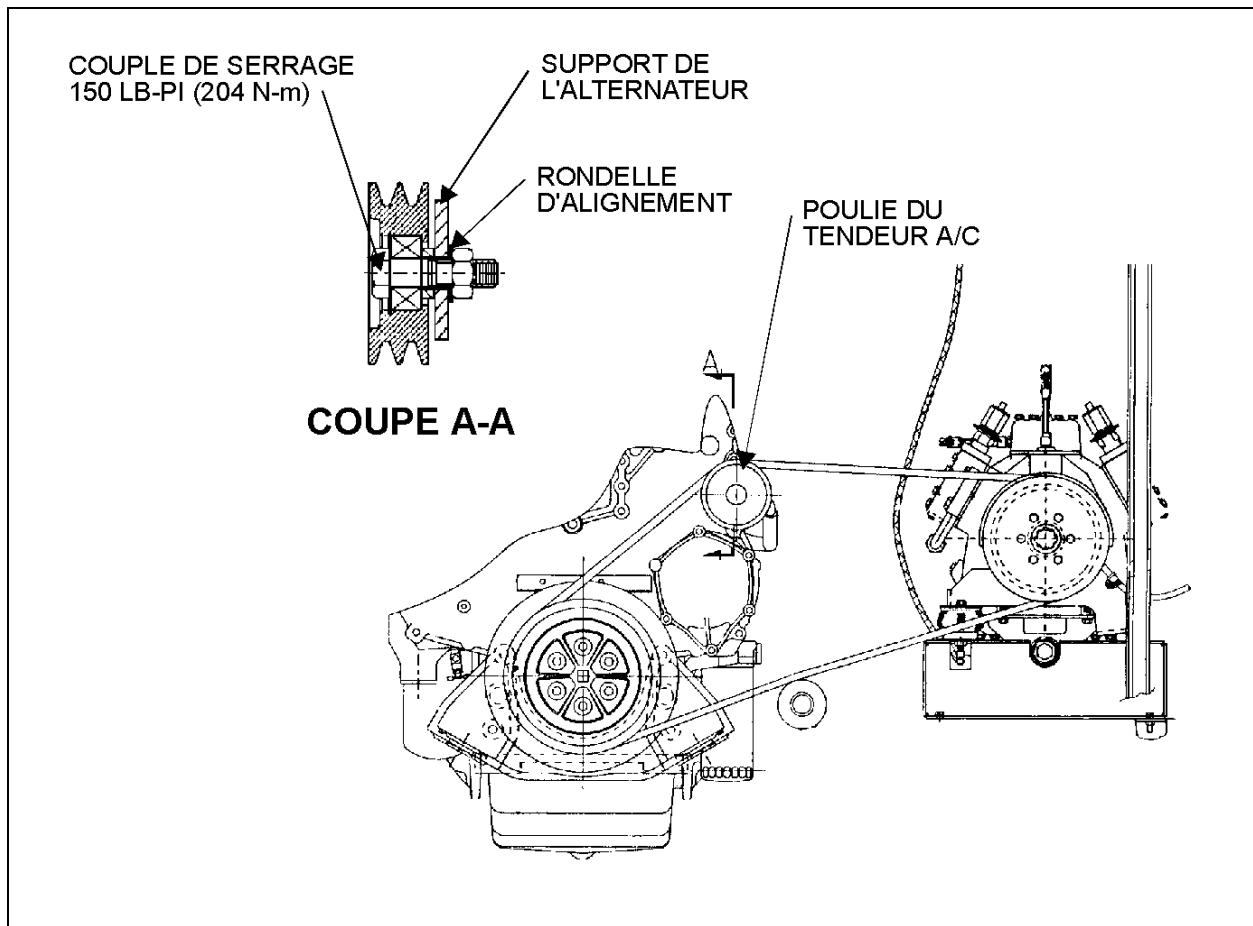

FIGURE 2: MOTEUR ET COMPRESSEUR
3. Enlever l'écrou du boulon qui retient en place la poulie du tendeur (Fig. 2).
4. S' il y a lieu, enlever la vieille rondelle d'alignement (Fig. 2).
5. Placer une nouvelle rondelle d'alignement (Prévost # 452276) (Fig. 2).
6. Replacer l'écrou et appliquer un couple de serrage de 150 lb-pi (204 N-m) au boulon de la poulie du tendeur (Fig. 2).